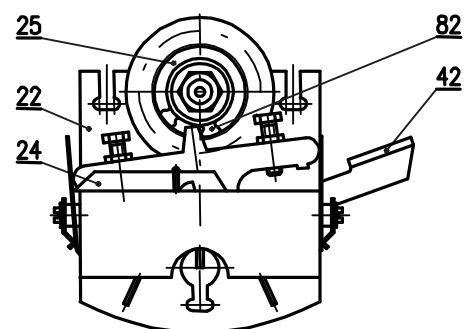

Рис. 5
**Проверка моментных выключателей (рис. 4,5).** При движении прибора в направлении « закрыто » и при подключенных моментных выключателях для «моментного переключения» переключить контакты выключателя S2 путем нажатия выключающего контакта **(24) (рис. 5)** соответствующего выключателя. При правильном подсоединении прибор должен остановиться. При подключении моментных выключателей для «сигнализации» будет наблюдаться только сигнализация на коробке управления панели.
- моментное устройство (рис. 5)
- механизм блокировки (82) (рис. 5)
**Моментное колесо** (рис. 4) укреплено на моментном валике выходящем от силовой передачи (рис. 2). Угол поворота моментного колеса пропорционален крутящему моменту на выходном вале прибора. Его величина устанавливается перестановкой сегментов (17) и передвижением упоров (18) (рис. 4). Достигнутая величина крутящего момента переносится от моментного колеса на моментное устройство (9) при помощи моментного рычажка (42) (рис. 5).
**Моментное устройство** (рис. 5) представляет несущую балку, на которой размещены выключатели S1 (20) и S2 (21). На валике (23) размещены выключающие рычажки (24), которые при помощи пружины удерживают выключатели в присоединенном состоянии вплоть до момента, когда происходит поворот валика от привода моментного выключателя.
**Механизм блокировки** (82) (рис. 5) обеспечивает блокировку моментного выключения, как правило, на 1 или 2 оборота после реверса прибора. После осуществления установленного количества оборотов моментное устройство возвращается к своему первоначальному функционированию.